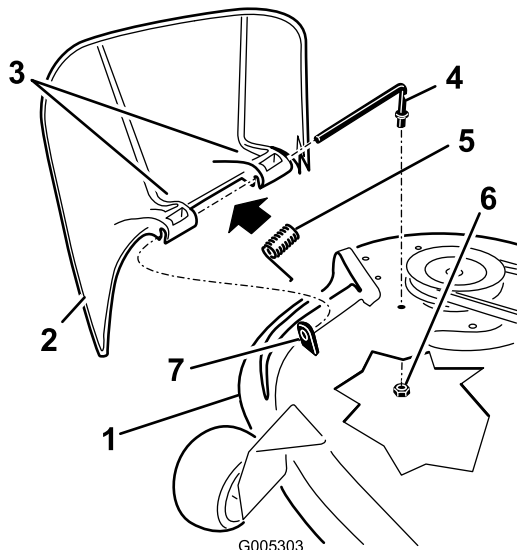

Figura 54
1. Localice los elementos mostrados en la Figura 54.
2. Retire la tuerca (9,5 mm) de la varilla (debajo del cortacésped) (Figura 54).
3. Retire la varilla del espaciador corto, del muelle y del deflector de hierba (Figura 54). Retire el deflector de hierba dañado o desgastado.
4. Vuelva a colocar el deflector de hierba (Figura 54).
6. Coloque el muelle sobre la varilla, con los extremos de los alambres hacia abajo, y entre los soportes del deflector de hierba. Deslice la varilla por el segundo soporte del deflector de hierba (Figura 54).
7. Introduzca la varilla, en la parte delantera del deflector de hierba, por el espaciador corto de la plataforma. Fije el extremo trasero de la varilla en el cortacésped con una tuerca (9,5 mm) (Figura 54).